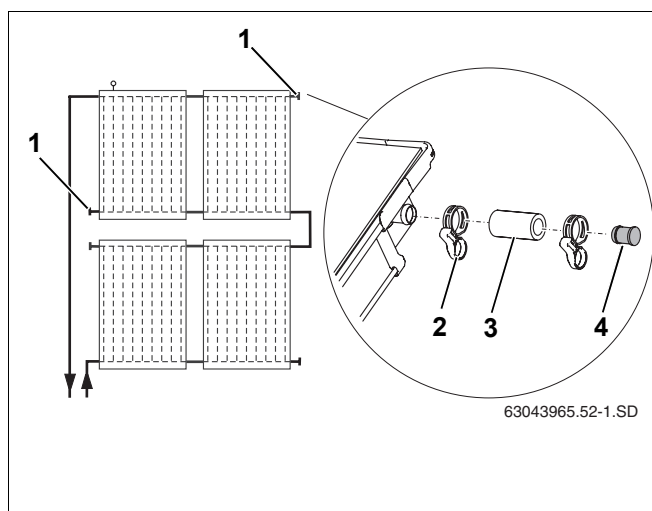

Fig. 59 Montarea dopurilor oarbe premontate
Obturați cu dopuri oarbe anumite racorduri care nu sunt utilizate (Fig. 59, **Poz. 1**).
- Se introduc furtunile solare 55 mm (Fig. 59, **Poz. 3**) cu dopuri oarbe premontate în cele două racorduri libere.